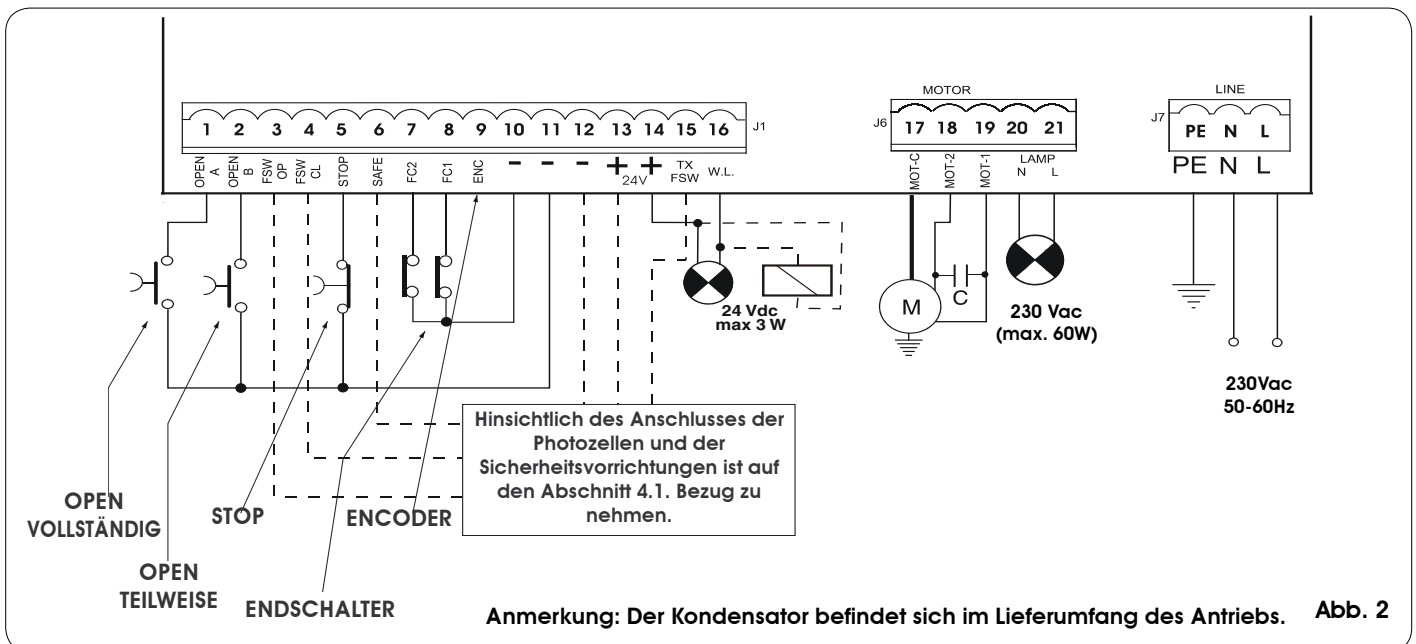

Abb. 2
- Das Erdungskabel ist an die entsprechende Klemme auf dem Stecker J7 des Geräts anzuschließen (siehe Abb. 2).
4.2 Klemmenbrett J7 - Versorgung (Abb. 2)
4.3 Klemmenbrett J6 - Motoren und Blinkleuchte (Abb. 2)
4.4 Klemmenbrett J1 - Zusatzgeräte (Abb. 2)
FC1 / FC2 - Kontakte Endschalter beim Öffnungs- und Schließvorgang (Klemmen 7 und 8): Die Endschalter beim Öffnungs- und Schließvorgang haben die Aufgabe, den Bezugspunkt für den Stillstand oder den Beginn der Abbremsung (vor und nach dem Endschalter) oder die Bremsung des Antriebs zu ermitteln (siehe detaillierte Programmierung in Kap. 5.2). Die Endschaltervorrichtung muß einen Arbeitskontakt aufweisen, der zwischen den Eingang (FC1 oder FC2) und die Klemme - des Gerätes geschaltet wird (siehe Abb. 2).